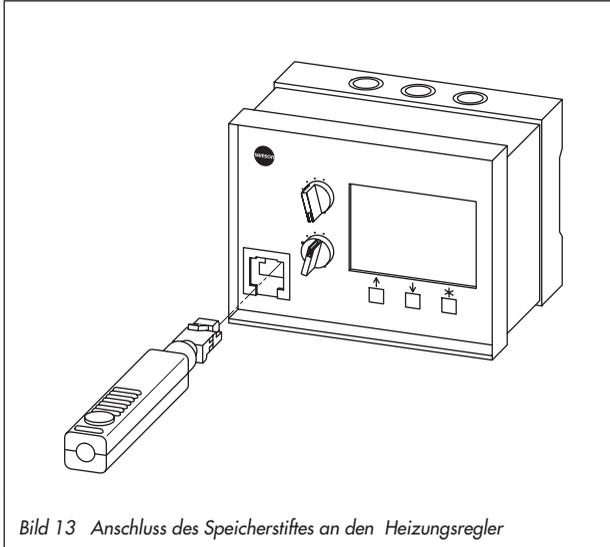

Bild 13 Anschluss des Speicherstiftes an den Heizungsregler
1. Stecken Sie den Speicherstift in die Buchse s. Bild 13. Im Display erscheint die Meldung: SP-31. In dieser Konstellation werden die Daten vom Speicherstift (SP) in den Heizungsregler (31) übertragen.